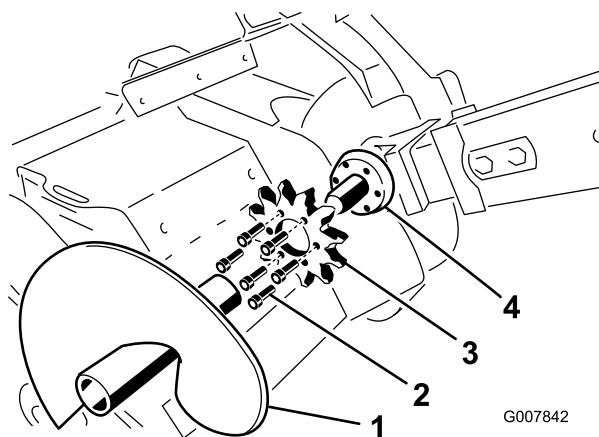

図 69
4. スポイルオーガを取り外す 図 69。
9. 駆動スプロケットを固定しているボルト6本を取り外す 図 69。
10. 駆動スプロケットを外して捨てる 図 69。
11. トレンチャのスプロケット取り付け面をきれいにする 図 69。
12. 新しいスプロケットを取り付ける 図 69。
13. ボルト6本を取り付けて指締めする 図 69。